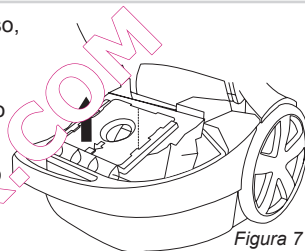

Figura 7
1. Non appena l'indicatore "sacchetto pieno" diviene completamente rosso, è necessario sostituire immediatamente il sacchetto; vedere figura 7.